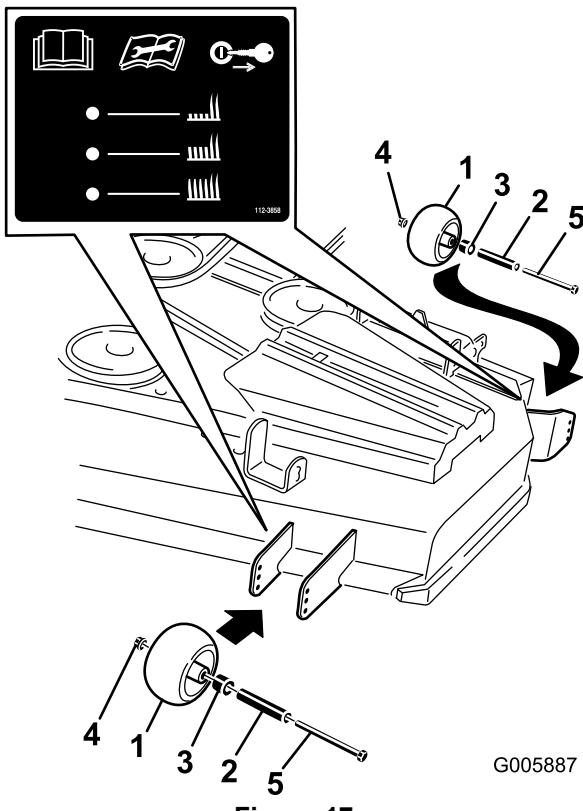
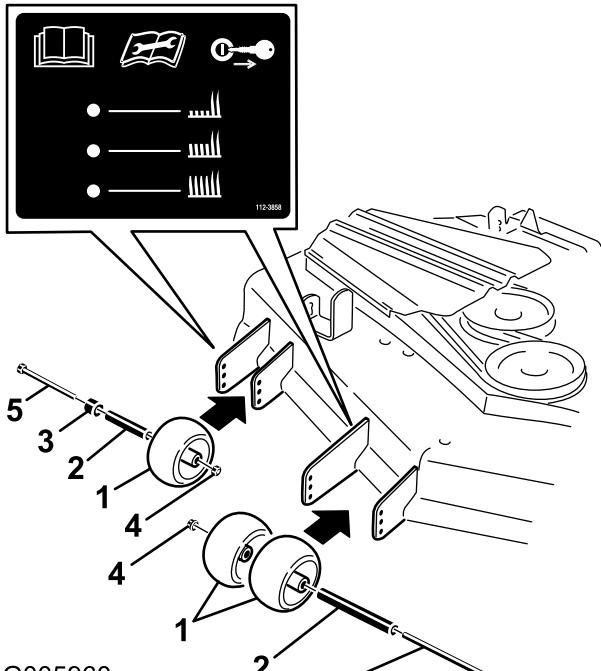

Figura 17
Figura 18
3. Una volta regolata l'altezza di taglio, regolate i rulli togliendo il dado flangiato, la boccola, il distanziale e il bullone (Figura 17 oppure Figura 18).
Nota: I due rulli centrali sono privi di distanziale (Figura 17 oppure Figura 18).
5. Montate il dado flangiato, la boccola, il distanziale ed il bullone. Serrate a 54-61 Nm (Figura 17 oppure Figura 18).